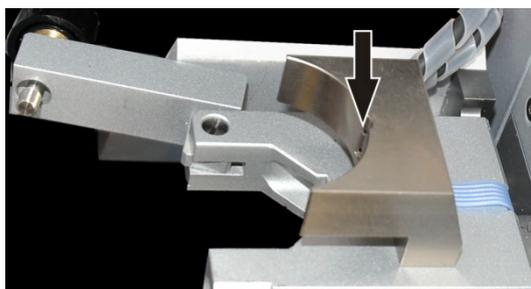

Fig. 59 Aperture del sensore per il riconoscimento del bruciatore
- Allentare il controdado (2 in Fig. 59).
- Regolare la profondità della cannula con il dado di regolazione (3 in Fig. 59).
Al termine della procedura di regolazione, fissare con il controdado (2 in Fig. 59).